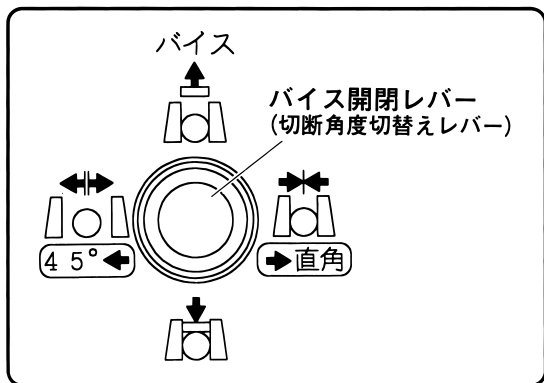

図 18
- (2) バイス開閉レバーを右方向(図18)に倒し、バイス(B)で材料を締付ける。